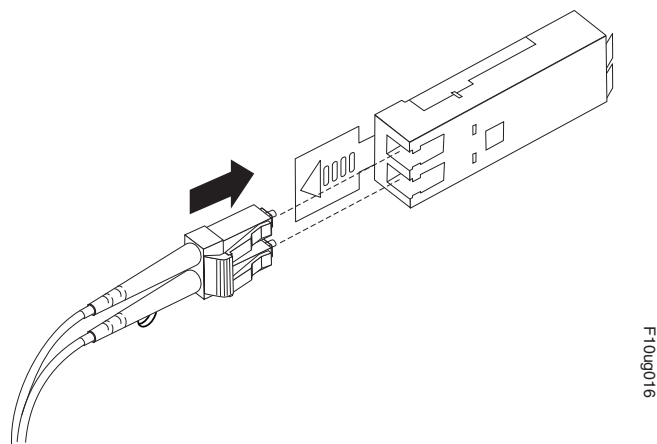

図 34. LC-LC ファイバー・チャネル・ケーブルの SFP モジュールへの挿入
4. 保護キャップを外した LC-LC ケーブルの端を、DS4800 に取り付けられた SFP モジュールに慎重に挿入します。ケーブル・コネクタは、SFP モジュールに正しく挿入されるようにするためにキー溝が付いています。65 ページの図 34 に示すように、コネクタを持ったまま、所定の位置でクリック音がするまでケーブルを押し込みます。